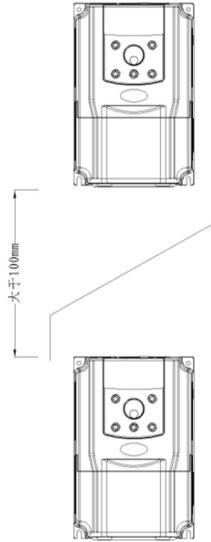

图 3-1 CM580 变频器安装示意图
1) 请垂直安装变频器，便于热量向上散发。但不能倒置。若柜内有较多变频器时，最好是并排安装。在需要上下安装の場合，请参考图3-1的示意，安装隔热导流板。
2) 安装空间遵照图 3-1 所示，保证变频器的散热空间。但布置时请考虑柜内其它器件的散热情况。